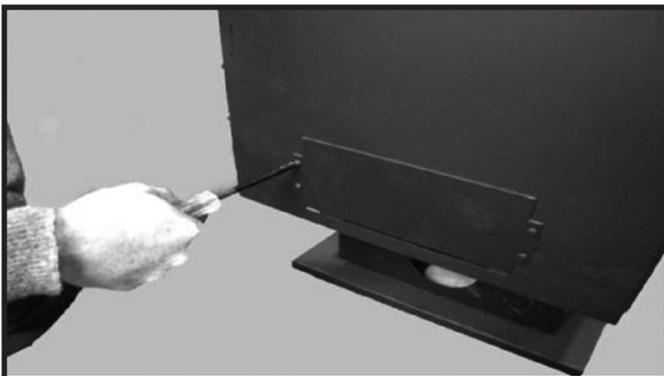

Figure 9: Retirer la plaque de couverture.
2. Avec les mêmes 4 vis, placez le ventilateur dans l'ouverture du panneau arrière, en dirigeant la sortie du ventilateur vers le haut. (Fig. 9)